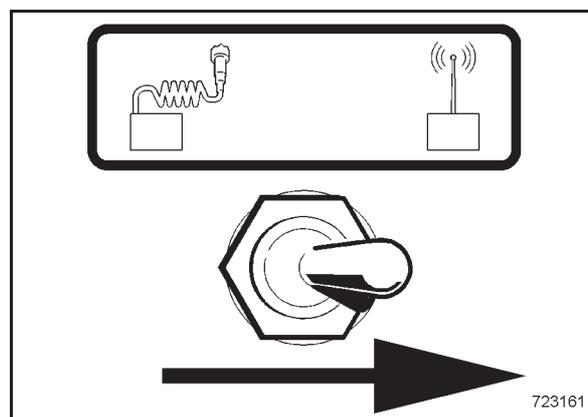

Bild 71
- Kippschalter (Bild 71) auf Stellung Fernsteuerung stellen.